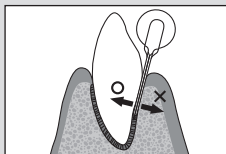

Abb. 4
Wichtig: Da eine Knochenresorption labial leicht entsteht, muss die Spitze des Aufsatzes vorsichtig bewegt werden, um den Alveolarknochen (Abb. 4) nicht zu beschädigen. Vorsicht ist auch vor Berührungen mit bestehenden Zähnen geboten.
- Um eine Beschädigung des Alveolarknochens zu verhindern, bewegen Sie die Spitze so nah wie möglich entlang des Zahns (Abb. 4).